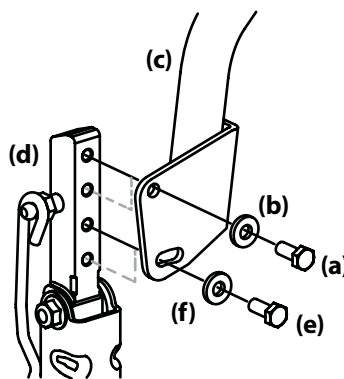

Figura 4-4
- Sostenga la palanca de control de la transmisión par evitar que se caiga, extraiga el tornillo de cabeza hexagonal (e) y la arandela plana (f) de la parte inferior de la palanca de control de la transmisión (c) y haga descender el brazo (d). Consulte la Figura 4-4.
- Si el tornillo de cabeza hexagonal (e) no está flojo, aflojelo y gire la palanca de control hacia adelante o hacia atrás a la posición deseada. Consulte la Figura 4-4.